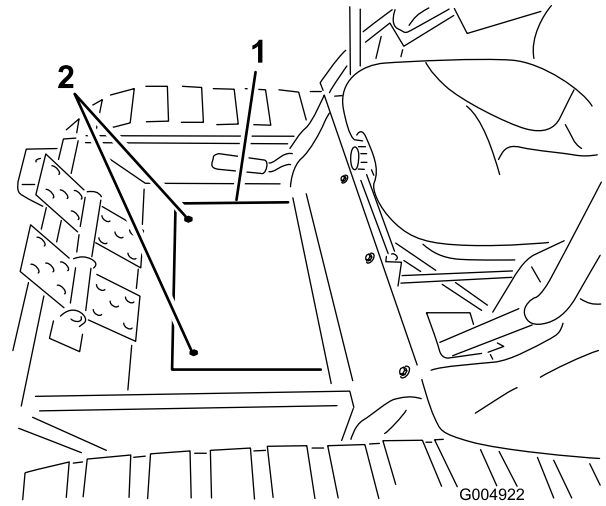

Figura 123
53. Instale la cubierta de la chapa de suelo del bastidor de invierno en el suelo con los tornillos que retiró anteriormente (Figura 123).